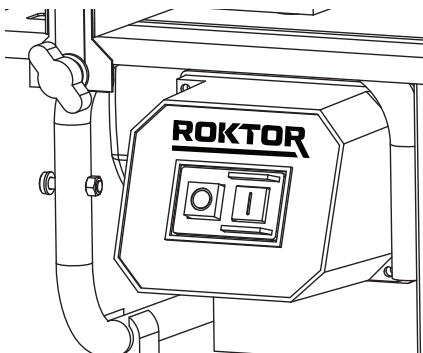

Figure 7
1. ON/OFF OPERATION (SEE FIG. 7)